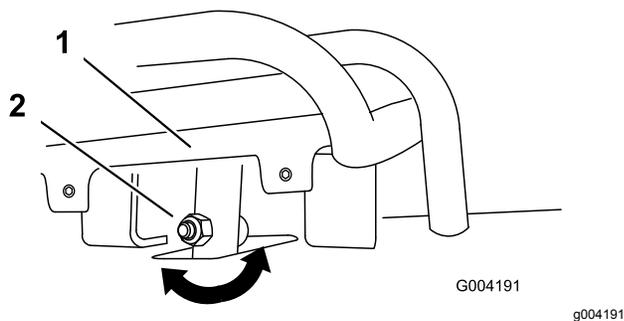
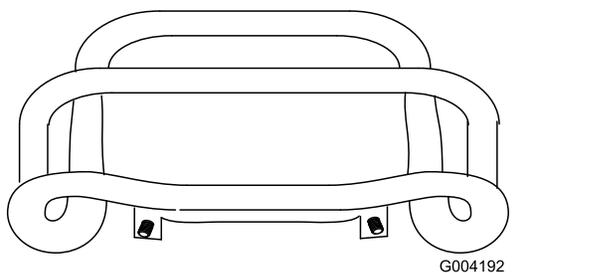

Рисунок 56
Рисунок 57
4. Если передняя часть органа управления тягой не встает параллельно контрольной штанге и вровень с ней, ослабьте фланцевую гайку и болт в хвостовике органа управления тягой (Рисунок 56).
5. Отрегулируйте орган управления тягой таким образом, чтобы при перемещении прямо назад он находился на одном уровне с контрольной штангой (Рисунок 56 и Рисунок 57).